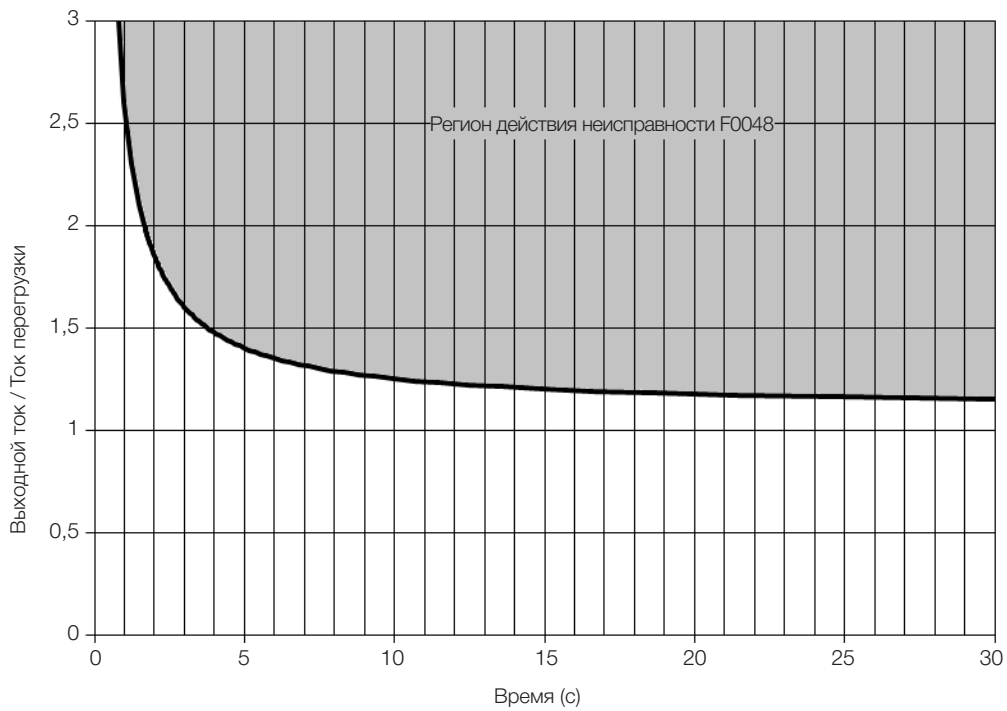

Рисунок 18.3: Срабатывание перегрузки IGBT (Нормальный режим - HD)
В нормальном режиме (ND) ошибка F0048 возникает примерно через 4 секунды при перегрузке 150 %, как показано на Рисунок 18.3 на странице 18-5. Аналогично, неисправность не возникнет при значениях тока ниже 110 % номинальной нагрузки преобразователя.